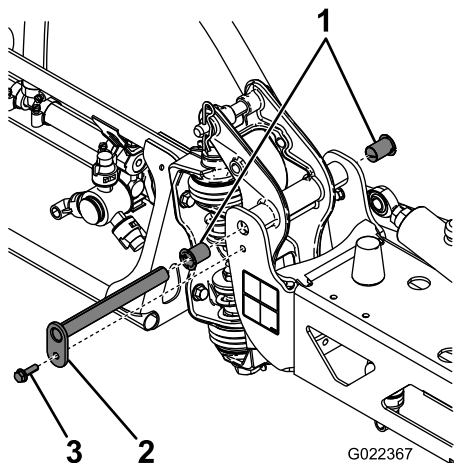

Рисунок 46
3. Поддерживая стрелу, отверните болт и гайку крепления оси поворота к узлу стрелы (Рисунок 46).
6. Снимите и осмотрите нейлоновые втулки с передней и задней сторон кронштейна шарнира (Рисунок 46).
8. Установите стрелу и кронштейн шарнира в сборе в центральную раму, совместив отверстия (Рисунок 46).